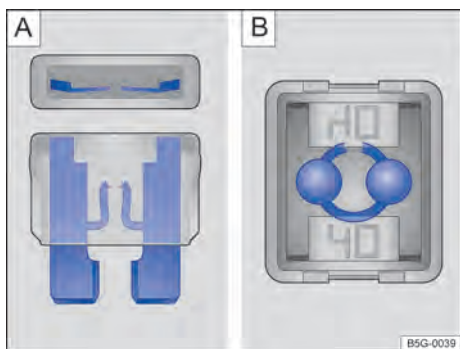

Fig. 138
- Um fusível plano (ATO®, MINI®) queimado é reconhecido de cima ou de lado pela carcaça transparente nas faixas metálicas derretidas → Fig. 138 **A**.
- Um fusível de bloqueio (JCASE®) queimado é reconhecido pelas faixas metálicas derretidas por cima da carcaça transparente → Fig. 138 **B**.